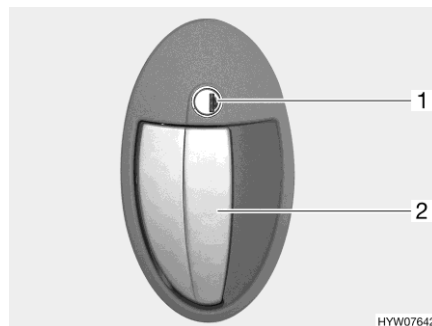

Fig. 33 Serratura della porta (porta di ingresso, lato esterno)
- Inserire la chiave nel cilindro della serratura (Fig. 33,1) e ruotare in senso orario, fino a quando la serratura della porta si sblocca.
- Tirare la maniglia della porta (Fig. 33,2). La porta è aperta.
- Inserire la chiave nel cilindro della serratura (Fig. 33,1) e ruotare in senso antiorario, fino a quando la serratura della porta si blocca.